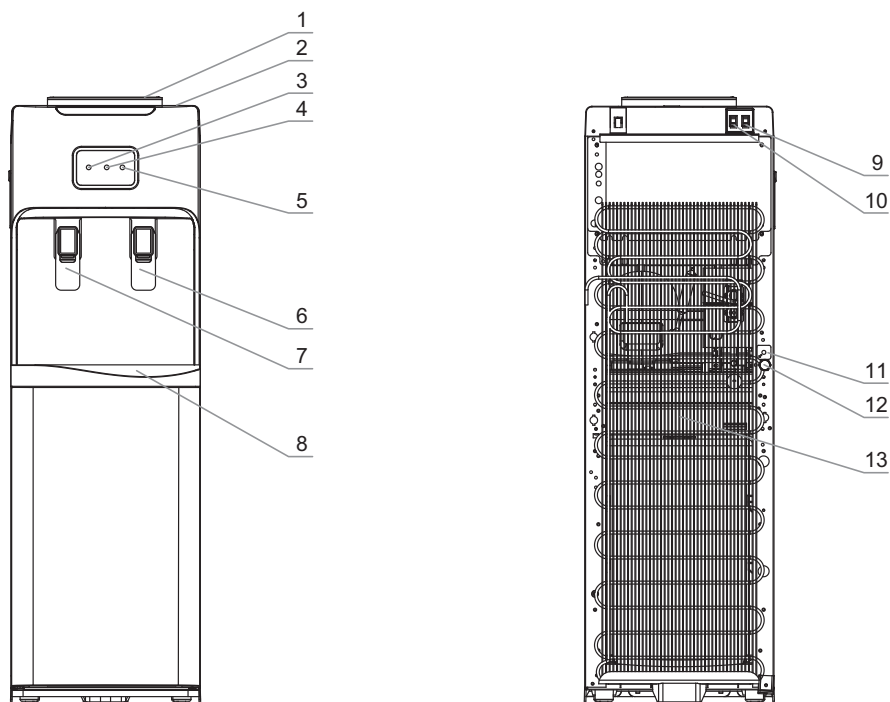

Рис. 1. Схема аппарата V115
Для того чтобы налить горячую воду, нажмите кружкой на кран подачи горячей воды (рис. 1–7). Для того, чтобы налить холодную воду нажмите кружкой на кран подачи холодной воды (рис. 1–6). В силу технических особенностей кранов допустимо подкапывание воды в объеме 5–10 мл, после каждого использования аппарата, капли стекают в лоток каплесборника (рис. 1–8).
Выключатели нагрева (рис. 1–9) и охлаждения (рис. 1–10)
Индикатор нагрева воды (рис. 1–4) горит, когда аппарат нагревает воду.
Индикатор охлаждения воды (рис. 1–5) горит, когда аппарат охлаждает воду.
Перед первым использованием рекомендуется слить по 500 мл воды через каждый кран. Если кабель электропитания (рис. 1–11) и выключатель нагрева (рис. 1–9) были
Когда Вы убедились, что вода из крана холодной и горячей воды (рис. 1–6, 1–7) идет непрерывной струей, установите выключатели
нагрева и охлаждения (рис. 1–9, 1–10) в положение **I**.
1. Сразу установите выключатели нагрева и охлаждения (рис. 1–9, 1–10) в положение **O**.
4. Убедившись, что вода из кранов подачи воды идет непрерывной струей, установите выключатели нагрева и охлаждения (рис. 1–9, 1–10) в положение **I**.
Отключение и включение нагрева и охлаждения при замене бутылки осуществляется исключительно с помощью выключателей нагрева и охлаждения (рис. 1–9, 1–10), а не кабелем электропитания. После кратковременного отключения аппарата от сети электропитания повторное включение допускается через 2–3 минуты.
3. Снимите съёмные детали с аппарата (рис. 1–1, 1–8) и тщательно промойте их с небольшим количеством моющего раствора, предназначенного для мытья посуды.
4. Остатки воды в системе необходимо слить через сливное отверстие (рис. 1–12), расположенное на задней стенке аппарата, после чего закрыть отверстие.
6. Промойте аппарат чистой водой: необходимо залить в систему около 4 литров чистой воды, затем слить через краники подачи горячей (рис. 1–7) и холодной воды (рис. 1–6) и отверстие для слива (рис. 1–12). При необходимости повторите процедуру.
5. Остатки воды в системе необходимо слить через сливное отверстие (рис. 1–12), расположенное на задней стенке аппарата, после чего закрыть отверстие.